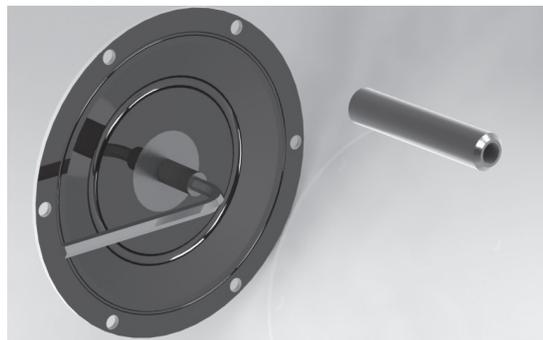

Figure 14
Vissez les vis de l'axe du membrane (18) sur les membranes et serrez. Vissez un membrane (17) complètement sur l'axe du membrane (19) (voir Figure 14).